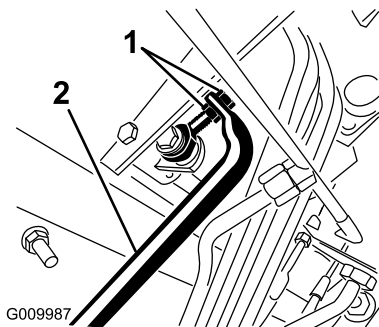

Bild 75
5. Stellen Sie die Klemmmuttern am Pumpenstangenende ein, um das Pumpensteuerungsrohr nach vorne zu verschieben, um ein Kriechen nach vorne zu vermeiden, oder um das Pumpensteuerungsrohr nach hinten zu verschieben, um ein Kriechen nach hinten zu vermeiden (Bild 75).